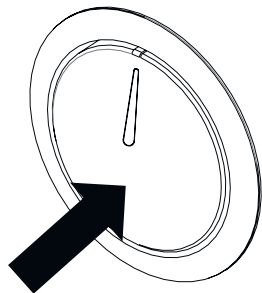

Рис. 12: Кнопка вжата
- Отожмите кнопку и выберите нужную температуру (Рис. 12).